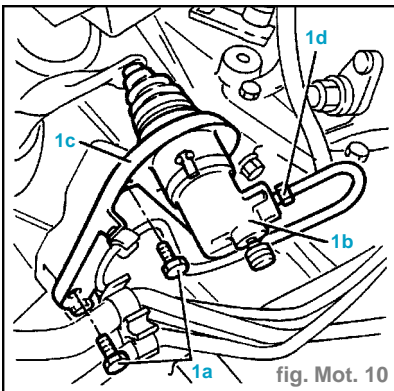

fig. Mot. 10
- Débrancher les tuyaux d'entrée et de sortie d'huile au niveau de la pompe de direction assistée (2).
- Desserrer les vis (1a) et déplacer latéralement le cylindre de commande d'embrayage (1b) ainsi que la bride (1c) sans déposer le conduit correspondant (1d) (fig.Mot. 10).